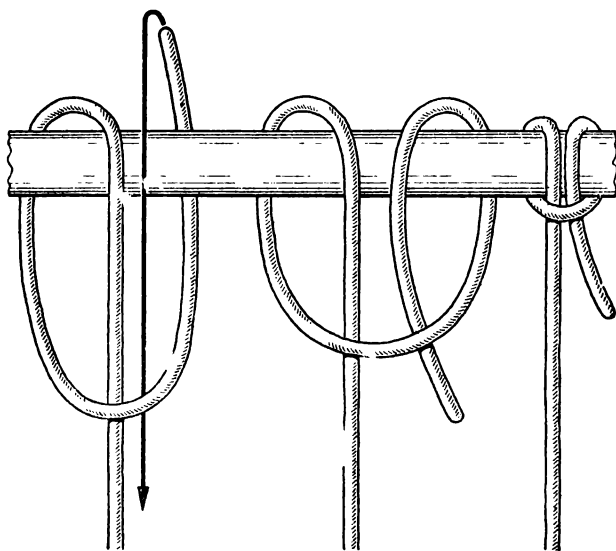

Рис. 46. Коровий узел
**Коровий узел** (рис. 46). Несмотря на свое прозаичное название, этот узел считается хорошим морским узлом. Он безотказно держит, если к тросу приложена тяга. Коровий узел фактически представляет собой неправильный (перевернутый) штык, работающий в другом качестве.
**Глухая петля** (рис. 47). Если ходовой и коренной концы коровьего узла (см. рис. 46) соединить вместе и к обоим концам приложить тягу, то полученный таким образом узел уже будет